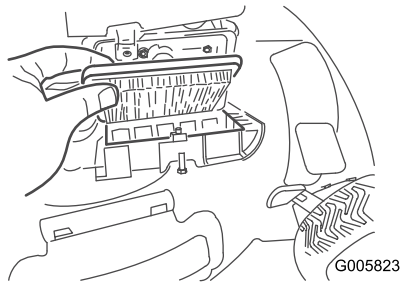

Figura 23
2. Substitua o filtro do ar (Figura 23).